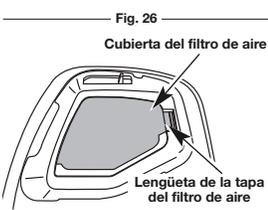

Fig. 27
1. Abra la cubierta del filtro de aire presionando hacia dentro la lengüeta de traba y sacando la cubierta del filtro (Fig. 27 y 28).